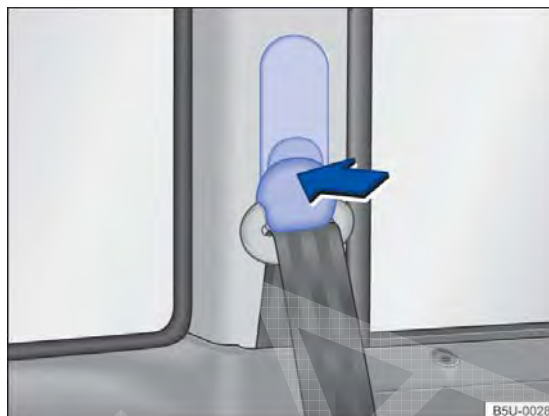

Fig. 54 Ao lado dos bancos dianteiros: regulagem de altura do cinto de segurança.
- Pressionar o dispositivo regulador no sentido da seta e mantê-lo pressionado → Fig. 54.